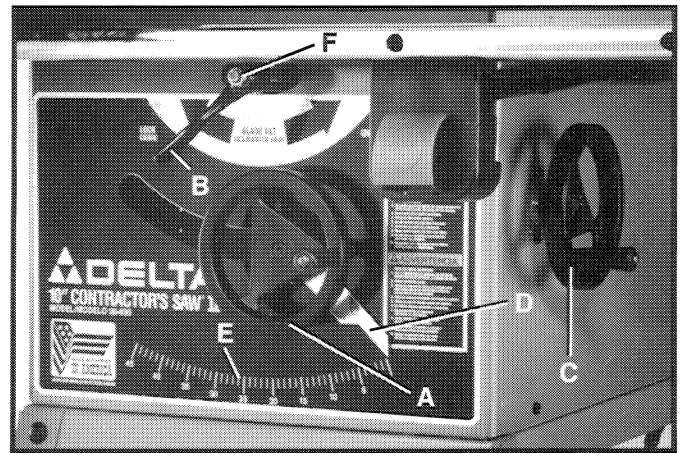

Fig. 65
El virar el volante de elevación y bajado de hoja (A) Fig. 65 en el sentido de las manecillas del reloj elevará la hoja. El virarlo en la dirección opuesta servirá para bajar la hoja. La profundidad máxima de corte con la hoja en su altura máxima y a 90 grados de la mesa es de 3-1/8 pulgadas.
Para inclinar la hoja de la sierra para el corte de biselado, afloje la palanca de cierre (B) Fig. 65 y vire el volante de inclinación de hoja (C). Cuando se consiga el ángulo de hoja deseado, apriete la palanca de cierre (B). El ángulo de inclinación de la hoja se consigue fácilmente mediante el uso del indicador (D) y la escala (E) ubicadas al frente del gabinete de la sierra. **AVISO:** La palanca de cierre (B) puede ser posicionada de nuevo si no cierra lo suficiente cuando se le aprieta. Quite la tuerca (F) y la agarradera (B). Vuelva a colocar la agarradera (B) sobre la tuerca localizada bajo el cubo de la agarradera y reponga la tuerca (F).